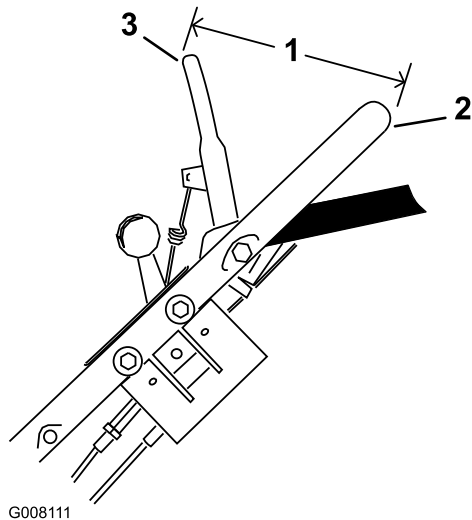

Figure 30
6. Maintenez la barre de commande de la lame de sorte que l'extérieur se trouve à 14 cm (5,5 pouces) de l'extérieur du guidon, puis tirez sur le câble pour éliminer le mou, mais sans tendre le ressort (Figure 30).